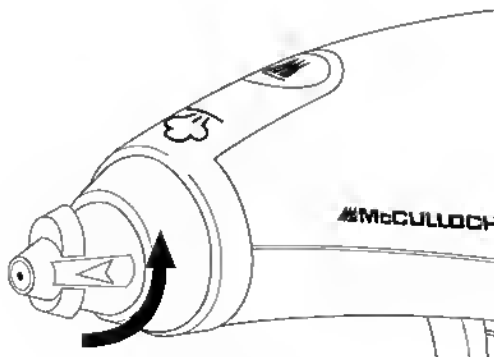

FIGURE 2
3. Tournez le Bec Droit / Bec à Angle / Brosse en Nylon Tout Usage le quart d'une rotation dans le sens inverse des aiguilles d'une montre pour l'installer fermement sur place (FIGURE 2). Les flèches seront maintenant sur les côtés de l'accessoire.